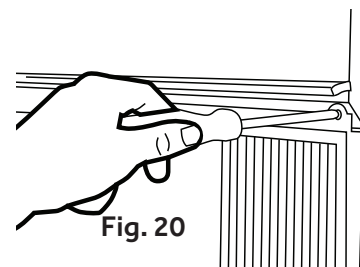

Fig. 20
3. Insérer une (1) des vis à bois de 1 po dans le trou supérieur du panneau latéral droit et dans le vantail de la fenêtre. (voir la figure 20)